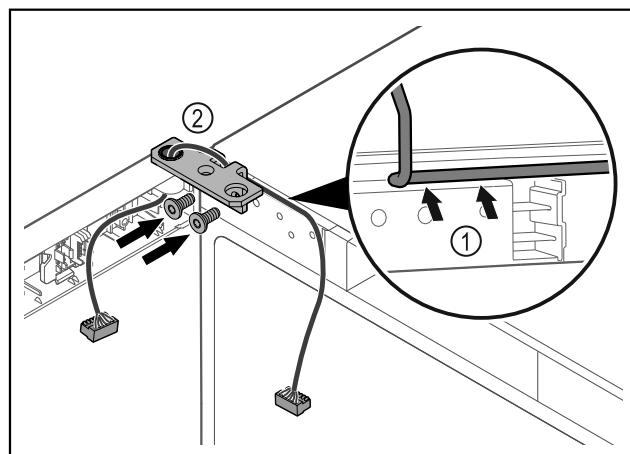

Fig. 52
- Introdurre il cavo nel foro della cerniera angolare e posarlo con cautela Fig. 52 (1).
- Avvitare la cerniera angolare Fig. 52 (2).